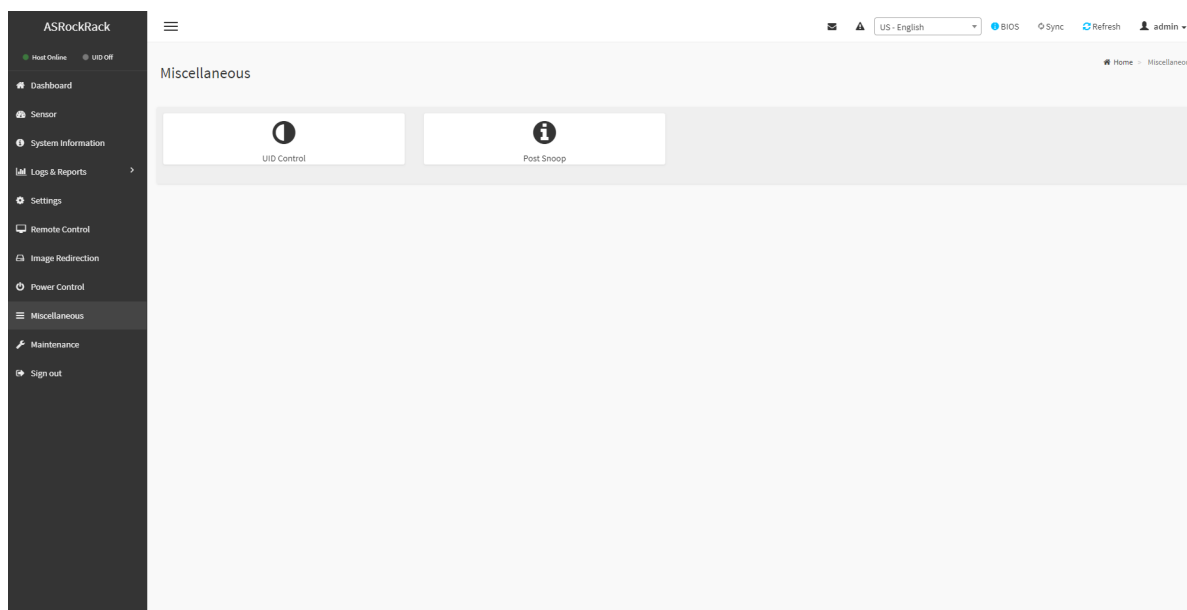

Рис. 122. Окно «Miscellaneous»
- 6) Пройдите во вкладку «Miscellaneous» в данной вкладке представлены вкладки с различными функциональными функциями, с помощью которых пользователи могут настраивать и контролировать сервер. Окно показано на рис. 122 Окно «Miscellaneous»